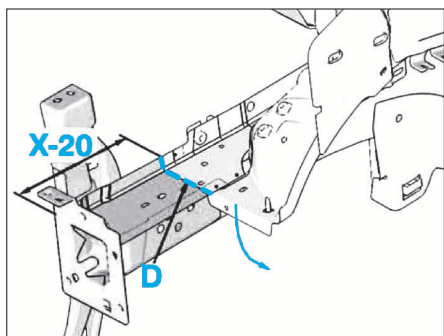

FIG. 8
- Découper en aux endroits indiqués D et E (Fig.8 et 9).